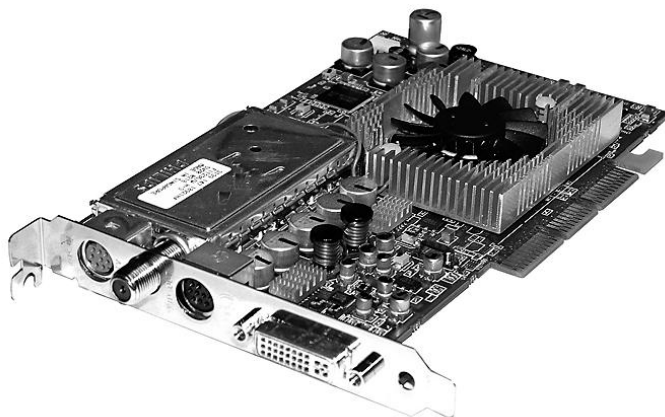

Рис. 10.10. Видеокарта All-in-Wonder 9800 PRO
- вторая, наиболее интересная функция, — это оцифровка телевизионного изображения. Производители видеокарт, не желая увеличивать габариты печатных плат и заниматься достаточно сложными проблемами, связанными с многочисленными телевизионными стандартами, чаще предпочитают обрабатывать уже частично обработанный телевизионный сигнал. В этом случае на вход видеокарты через 4-контактный разъем DIN подается компонентный сигнал формата S-VHS (раздельная подача сигналов яркости и цветности). Такие выходы есть у ряда видеомагнитофонов и видеокамер. Но, скажем, на платах All-in-Wonder с чипсетом Radeon производства компании ATI (AMD) устанавливается полноценный высокочастотный блок (рис. 10.10).